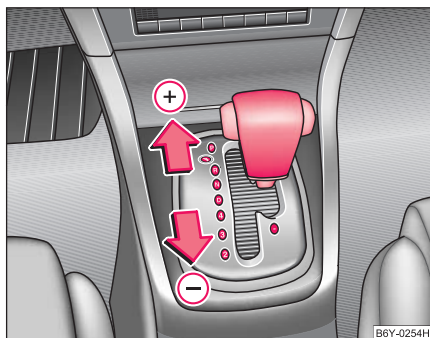

Fig. 113 Selectorul: schimbare manuală a treptelor de viteză.
- Apăsați selectorul (aflat în poziția Tiptronic) înainte ⇒ pagina 129, Fig.113 (+).